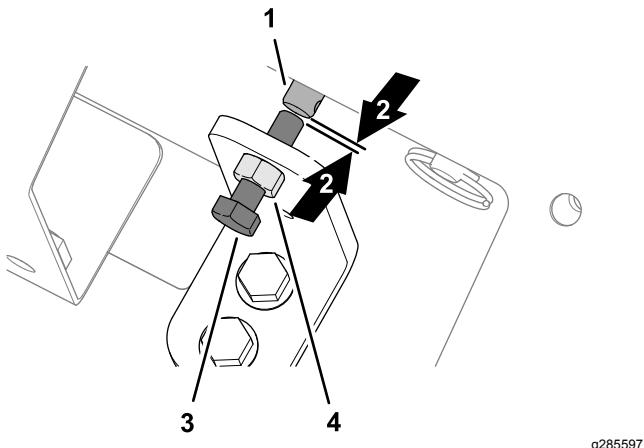

Figure 34
1. Desserrez l'écrou de blocage sur le support de commande manuelle (Figure 34).
2. Tournez la vis à tête hexagonale de neutralisation de la vanne dans le sens antihoraire jusqu'à ce qu'un petit espace apparaisse entre le bout de la vis et le bout de la tige du solénoïde de vitesse de la bande (Figure 34).
3. Resserrez l'écrou de blocage (Figure 34).